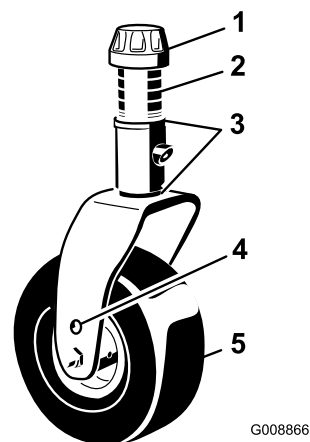
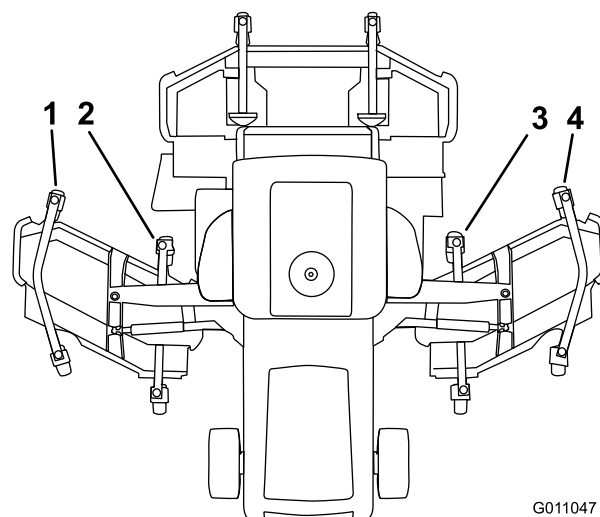

Figure 33
Figure 34
3. Si le bord intérieur du plateau de coupe latéral est trop élevé par rapport au bord extérieur du plateau de coupe avant, retirez une cale de 3 mm au bas du bras pivotant intérieur avant du plateau latéral (Figure 33) et Figure 34). Vérifiez à nouveau la distance entre les bords extérieurs des deux plateaux de coupe latéraux et la distance entre le bord intérieur du plateau de coupe latéral et le bord extérieur du plateau de coupe avant.
4. Si le bord intérieur est toujours trop élevé, retirez encore une cale de 3 mm au bas du bras pivotant intérieur avant **et** une cale de 3 mm du bras pivotant extérieur avant du plateau de coupe latéral (Figure 33 et Figure 34).
5. Si le bord intérieur du plateau de coupe latéral est trop bas par rapport au bord extérieur du plateau de coupe avant, ajoutez une cale de 3 mm au bas du bras pivotant intérieur avant du plateau latéral (Figure 33 et Figure 34). Vérifiez la distance entre les bords extérieurs des deux plateaux de coupe latéraux et la distance entre le bord intérieur du plateau de coupe latéral et le bord extérieur du plateau de coupe avant.